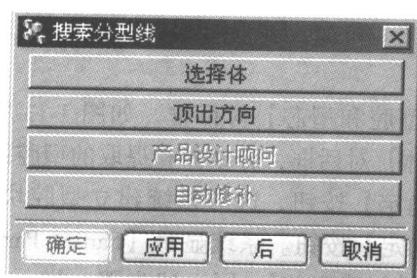

图 1-9 【搜索分型线】对话框
7) 单击【Parting】图标 \square , 取消勾选【自动处理】, 选择【分型线】, 在【分型线】对话框中单击【自动搜索分型线】, 可以看到如图 1-9 所示【搜索分型线】对话框。